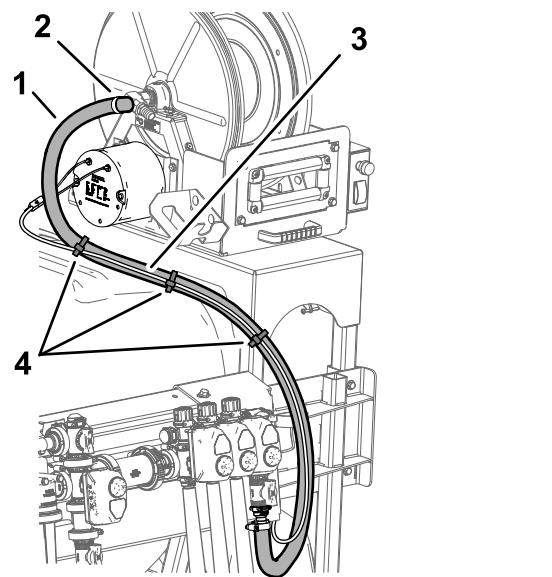

Figura 39
5. Conecte la manguera de 180 cm al conector de manguera dentado del carrete de la manguera, y sujete la manguera al acoplamiento con una abrazadera, según se muestra en Figura 39.
6. Sujete el arnés de cables del kit de carrete de manguera giratorio a la manguera de alimentación del carrete con 3 briduras (Figura 39).